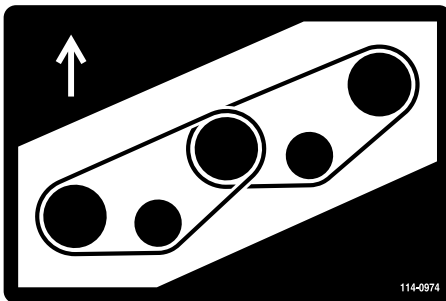
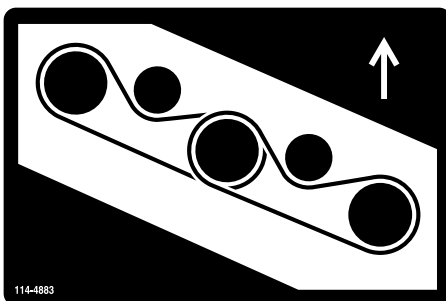

Figure 128
Figure 129
7. Installez la courroie neuve autour des poulies d'axe et de la poulie de tension (Figure 128 et Figure 129).